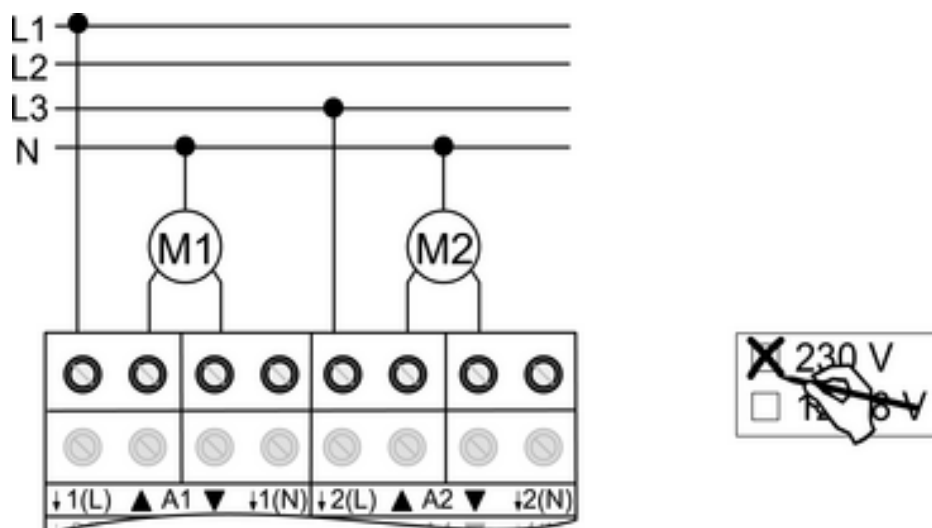

Bild 6
- Anslut motorerna (bild 6).
- Ange på etiketten att **230 V** ska användas (bild 6).
- i** N-ledaranslutningarna (14) används bara för registrering av körtid och har ingen N-potential.